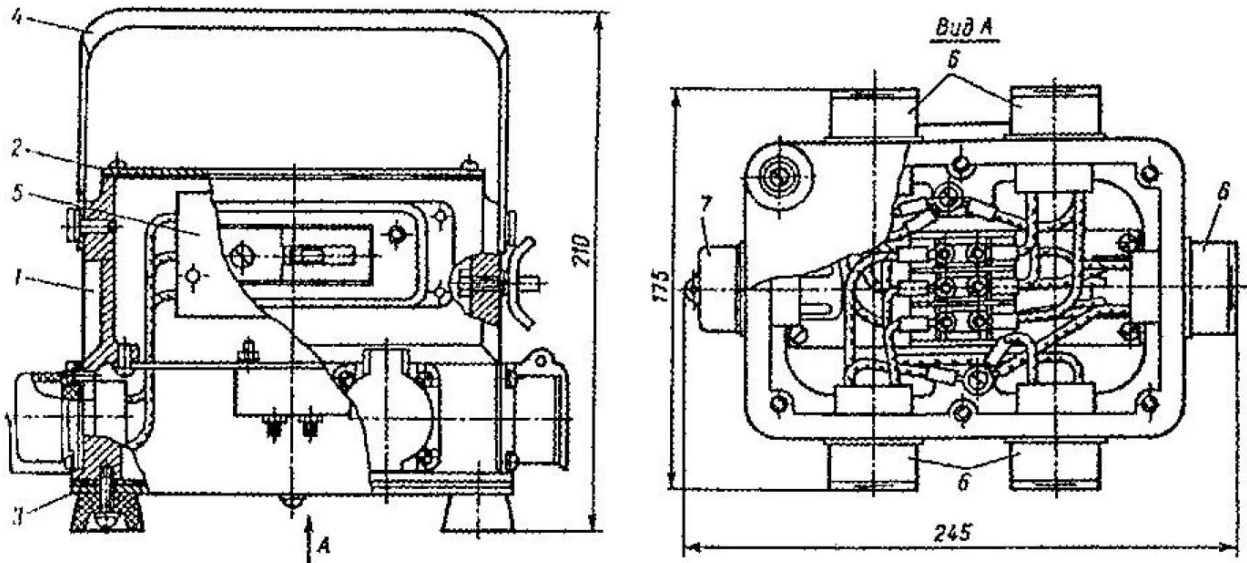

Рис. 6
24. Что изображено на рис. 6 под № 5
25. Что изображено на рис. 6 под № 6
26. Что изображено на рис. 6 под № 7